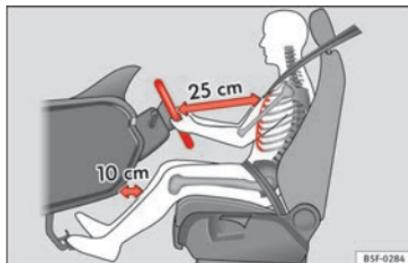

Fig. 64 Distância correta entre o condutor e o volante.
- Ajuste o banco de modo a que o volante fique no mínimo a 25 cm do tórax » **Fig. 64** e para que possa segurar nele lateralmente pela parte exterior com as duas mãos e com os braços ligeiramente fletidos.
- Ajuste o banco do condutor longitudinalmente para que possa pisar a fundo os pedais com as pernas ligeiramente fletidas e a que os joelhos fiquem no mínimo a 10 cm do painel de instrumentos » **Fig. 64**.
- Ajuste o encosto de cabeça de modo a que o rebordo superior do encosto fique, na medida do possível, à altura da parte superior da cabeça, e nunca abaixo dos olhos. Mantenha a nuca o mais próximo possível do encosto de cabeça » **Fig. 64** e » **Fig. 65**.
Ajuste a distância correta entre o condutor e o volante » **Fig. 64** com a ajuda dos comandos que se encontram no banco do condutor »  **Página 12**.